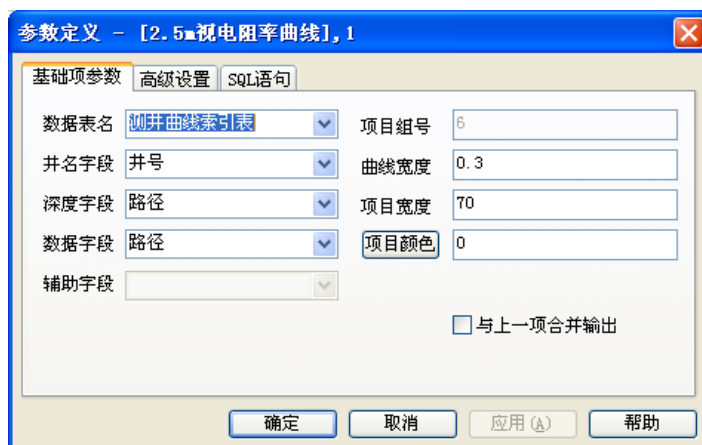

图 39
F. 双击内容中的 R2.5 电阻率曲线，弹出参数定义—R2.5 电阻率曲线对话框。其设置方法和自然电位内容项一样。（如图 39）